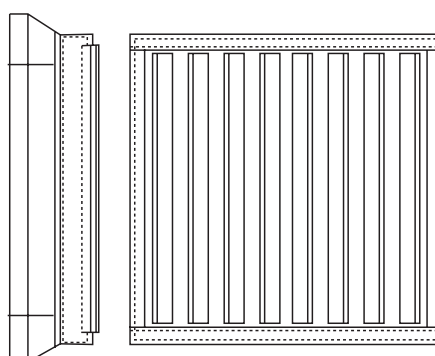

Figure 3. Assemblage de volet vertical
1. Positionner un assemblage vertical du volet (voir **Figure 3**) sur la face du radiateur et aligner les trous de montage existants.